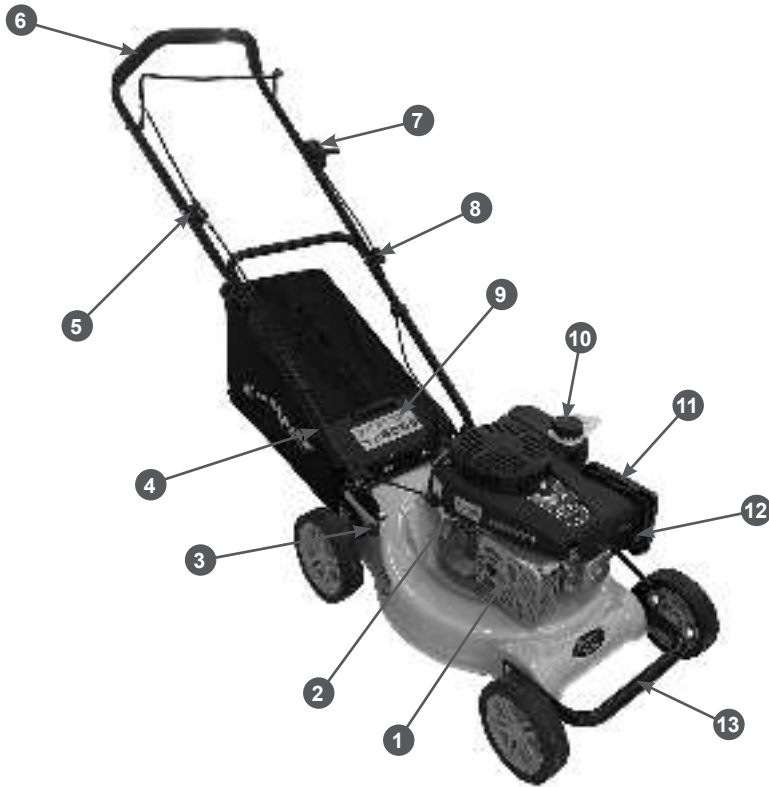

Рис. 1 Расположение основных узлов и органов управления (вид справа)
Расположение основных узлов и органов управления показано на Рис. 1, 2.
7. Закрепите ручку стартера на кронштейне 5 (Рис. 1). Для этого нажмите рычаг 5 остановки двигателя (Рис. 2) и медленно потяните за ручку стартера, чтобы вытянуть шнур из корпуса стартера на требуемую длину. Затем пропустите шнур стартера через витки кронштейна и отпустите ручку стартера. Ручка стартера должна зафиксироваться на кронштейне, как показано на Рис. 7.